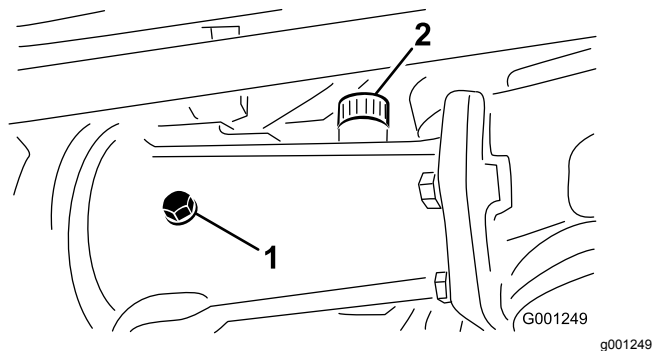
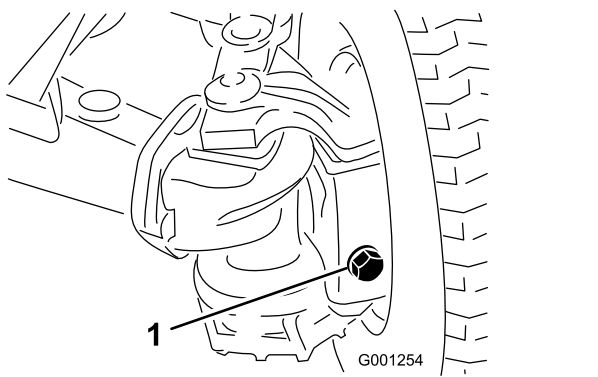

Рисунок 60
Рисунок 61
2. Выверните контрольную пробку из среднего картера моста и самого моста, а также заливную/ контрольную пробки из каждого наружного картера моста (Рисунок 60 и Рисунок 61).
3. Убедитесь, что уровень масла доходит до резьбы в нижней части каждого отверстия, где снята пробка (Рисунок 60 и Рисунок 61).
- A. Для заполнения среднего картера моста снимите заливную пробку (Рисунок 60).
- B. Долейте масло указанного типа для заднего моста в картер(ы) моста так, чтобы уровень масла доходил до нижнего уровня контрольных отверстий (Рисунок 60 и Рисунок 61).
- C. Наложите тефлоновый уплотнитель (если он удален) на резьбу заливной пробки и заверните ее в картер (Рисунок 60).
5. Наложите тефлоновый уплотнитель на резьбу контрольной пробки, снятой со среднего картера моста, и на резьбу заливных/контрольных пробок, снятых с двух наружных картеров моста (Рисунок 60).
6. Заверните контрольную пробку в средний картер моста и заливную/ контрольную пробки в 2 наружных картера моста (Рисунок 60 и Рисунок 61).
8. Наложите тефлоновый уплотнитель на резьбу контрольной пробки, снятой со среднего картера моста, и на резьбу заливных/контрольных пробок, снятых с двух наружных картеров моста; см. Рисунок 60 и Рисунок 61 в разделе Проверка уровня масла в заднем мосту \(страница 59\).
9. Заверните контрольную пробку в картер среднего моста и заливную/ контрольную пробку в 2 наружных картера моста; см. Рисунок 60 и Рисунок 61 в разделе Проверка уровня масла в заднем мосту \(страница 59\).